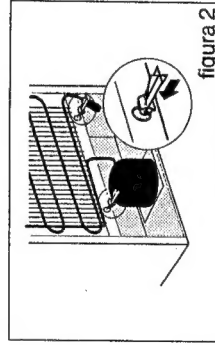

figura 2
- L'apparecchio è dotato di due distanziatori che vengono inseriti nei fori sul retro d'apparecchio. I distanziatori impediscono che l'apparecchio sia posizionato troppo vicino al muro (figura 2).